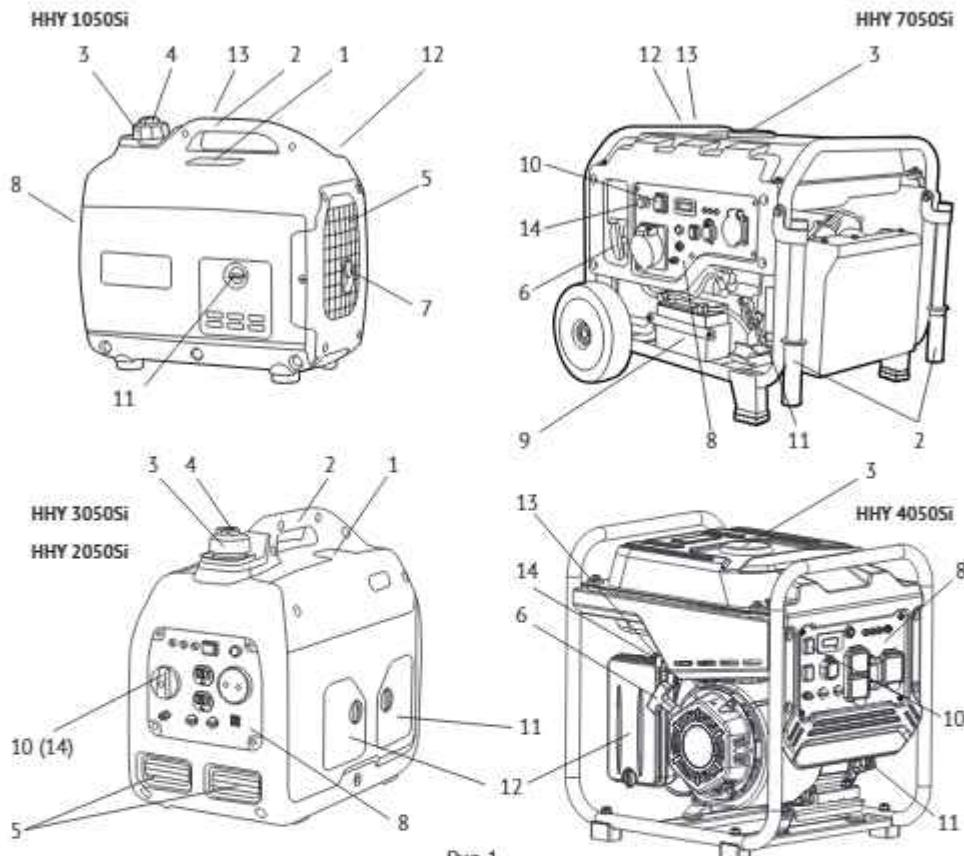

Рис. 1
Снимите крышку (3) (рис. 1) и заполните топливный бак бензином (рис. а1). Максимальный уровень заполнения бака находится на уровне 5 мм от нижнего края горловины (рис. б2).